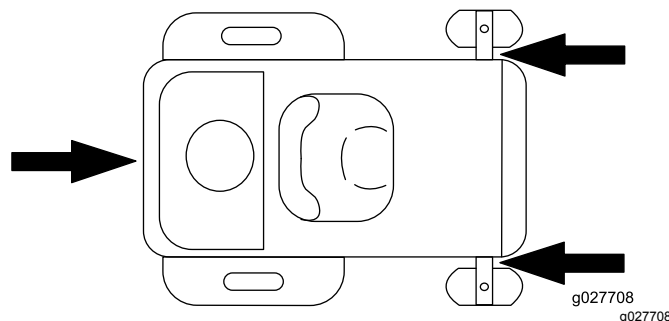

Bild 37
5. Vergurten Sie die Maschine in der Nähe der vorderen Laufräder und der hinteren Stoßstange (Bild 37).